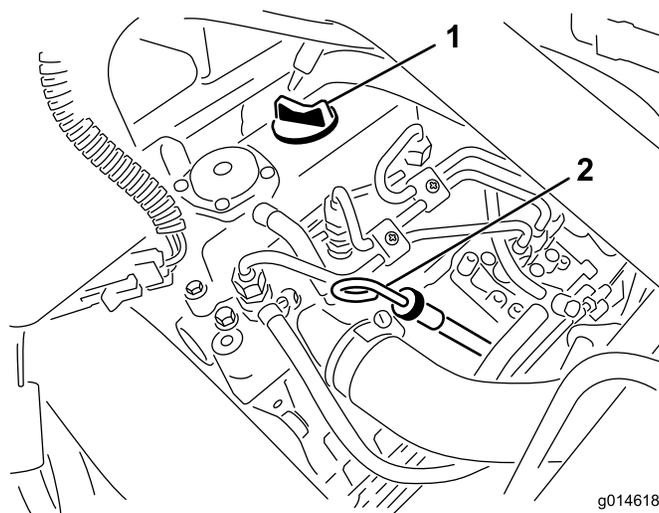

図 27
2. ディップスティックを抜き、ウェスで一度きれいに拭く(図 27)。ディップスティックを、首の根元までもう一度しっかりと差し込む。首から引き抜いて油量を点検する。油量が足りなければ、バルブ・カバーについている補給口のキャップを取り、ディップスティックの FULLマークまで **ゆっくり**と補給する。補給するときは、ディップスティックで確認しながら少量ずつ入れてください。**入れすぎないこと。**